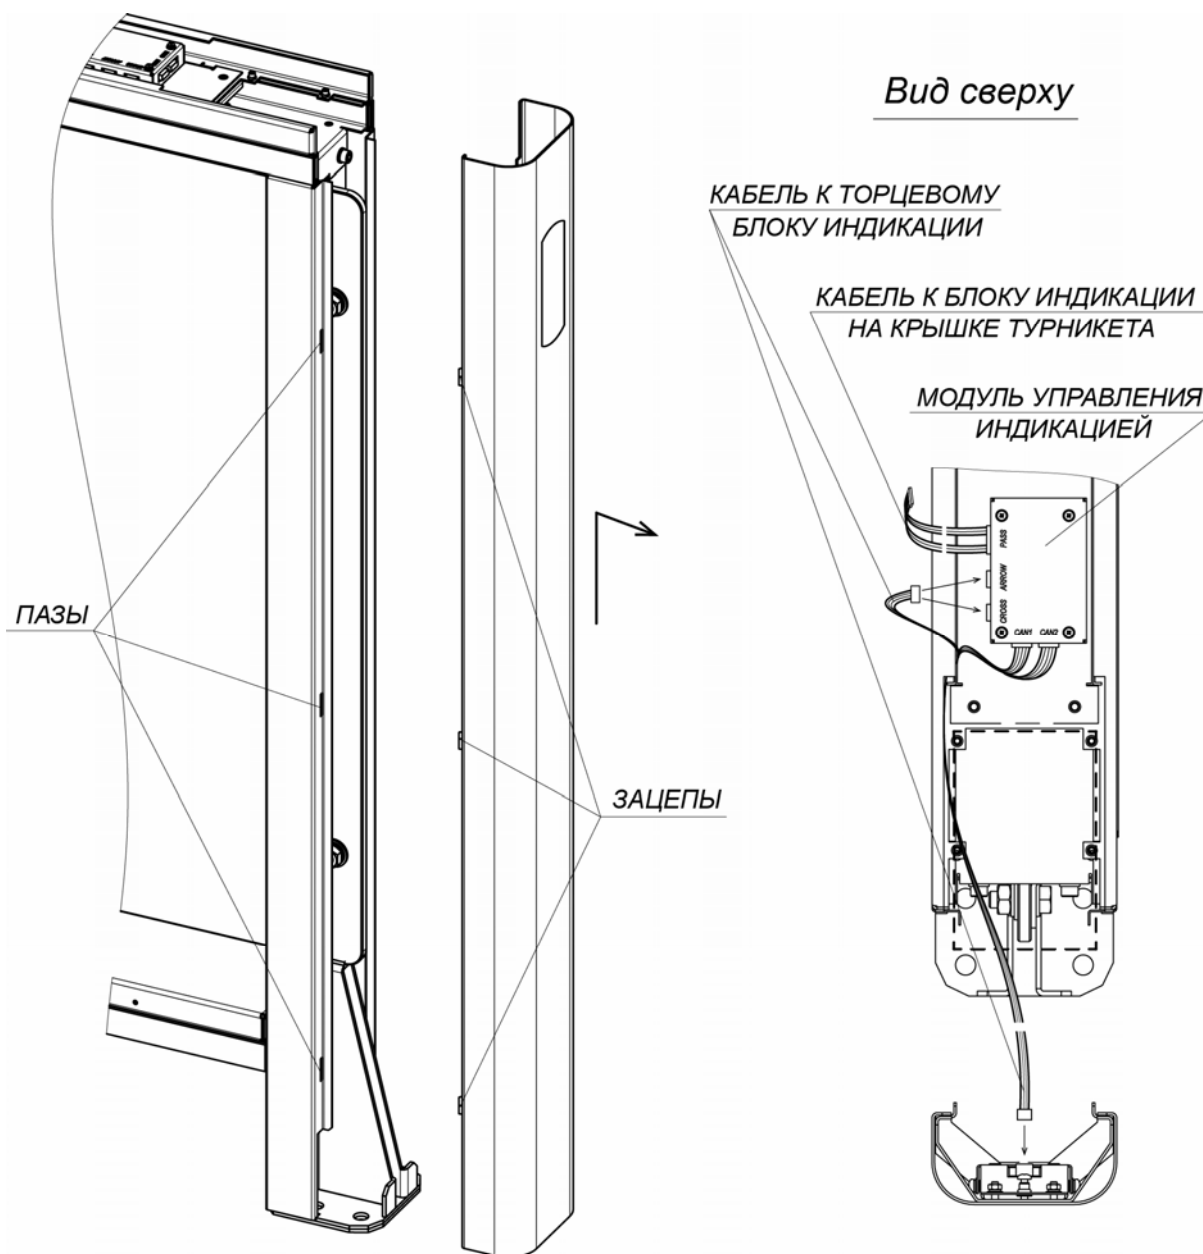

Рисунок 20. Снятие передней панели боковой стойки
21. При необходимости произведите монтаж считывателей карт доступа: либо на предусмотренные для этого полки в верхнем коробе на торцах стойки (см. рис. 20), либо непосредственно на верхних крышках секций снизу (**PERCo-MR07 OEM**). Для фиксации считывателей используйте двусторонний скотч и при необходимости неметаллические подкладки, чтобы расположить его как можно выше (т.е. ближе к верхней поверхности крышки) с целью увеличить дальность считывания. Кабели от считывателей аккуратно проведите через верхний короб и центральную стойку к месту ввода кабеля от контроллера СКУД, используя штатные окна в деталях корпуса секции. Кабели не должны проходить между отверстиями для крепления верхней крышки секции и вблизи них, чтобы не повредить кабели при установке крышки. Для крепления кабелей применяйте самоклеящиеся площадки и кабельные стяжки. Не допускается крепление к кабелям внутренней разводки и к платам ДКЗП, а также прокладывание кабелей вблизи плат, где расположены датчики.
корпусом секции. Панель с торцевым блоком индикации устанавливается с того края секции, где находится модуль управления индикацией, который закреплен на одной из двух стальных защитных пластин в верхнем коробе (см. рис. 20). При этом к торцевому блоку индикации необходимо подсоединить соответствующий соединительный кабель от модуля управления индикацией. Для отображения на торцевом блоке индикации белой стрелки соединительный кабель должен быть подключен к разъему **ARROW** модуля управления индикацией, для отображения красного креста – к разъему **CROSS** (см. разд. 8.9.2, рис. 20).
Для снятия передней панели боковой стойки (8) – сдвиньте ее вдоль стойки вверх и затем на себя, выводя зацепы панели из пазов в боковой стойке (см. рис. 20). Осторожно, не повредите соединительный кабель! Отсоедините разъем соединительного кабеля от платы блока индикации.
Перед монтажом верхней крышки (10) необходимо проверить, подключены ли к модулю управления индикацией все необходимые соединительные кабели (см. рис. 20, разд. 8.9.2).
- Подключите соединительный кабель от модуля управления индикацией (разъем “PASS”, рис. 20) к блоку индикации крышки (для **STC-01G, SDC-01G**).
- Возьмите одну из стеклянных частей крышки с блоком индикации и подключите соединительный кабель от модуля управления индикацией (разъем “PASS”, рис. 20) к блоку индикации крышки.